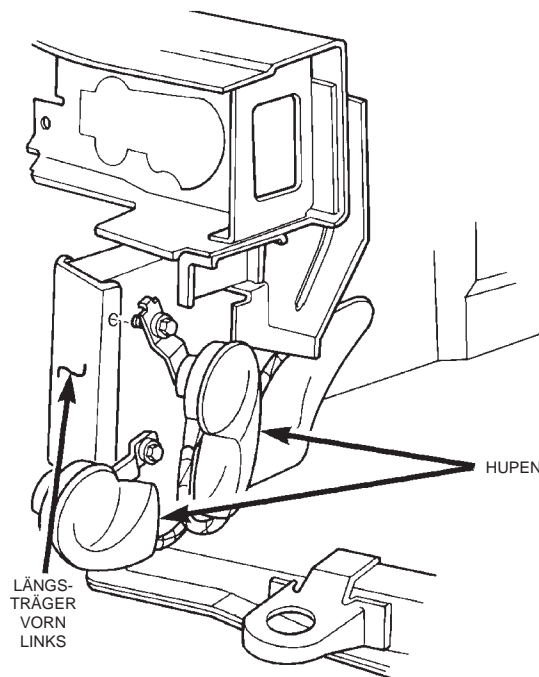

Abb. 4 Lage der Hupen
- (1) Fahrzeug anheben und sicher abstützen.
- (2) Die Hupen befinden sich hinter der vorderen Stoßfängerverkleidung am rechten vorderen Längsträger. Spritzschutz nach Bedarf abbauen.
- (3) Steckverbinder von der Hupe abziehen.
- (4) Befestigungsschraube der Hupenhalterung vom vorderen Längsträger lösen. Die Hupe nicht von der Halterung abbauen (Abb. 4).
- (5) Hupe vom Fahrzeug abnehmen.